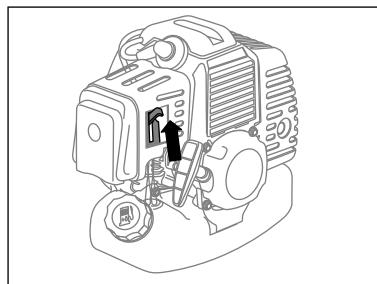

рис. 11
- Рычаг воздушной заслонки переведите вверх, в положение \parallel (рис. 11).